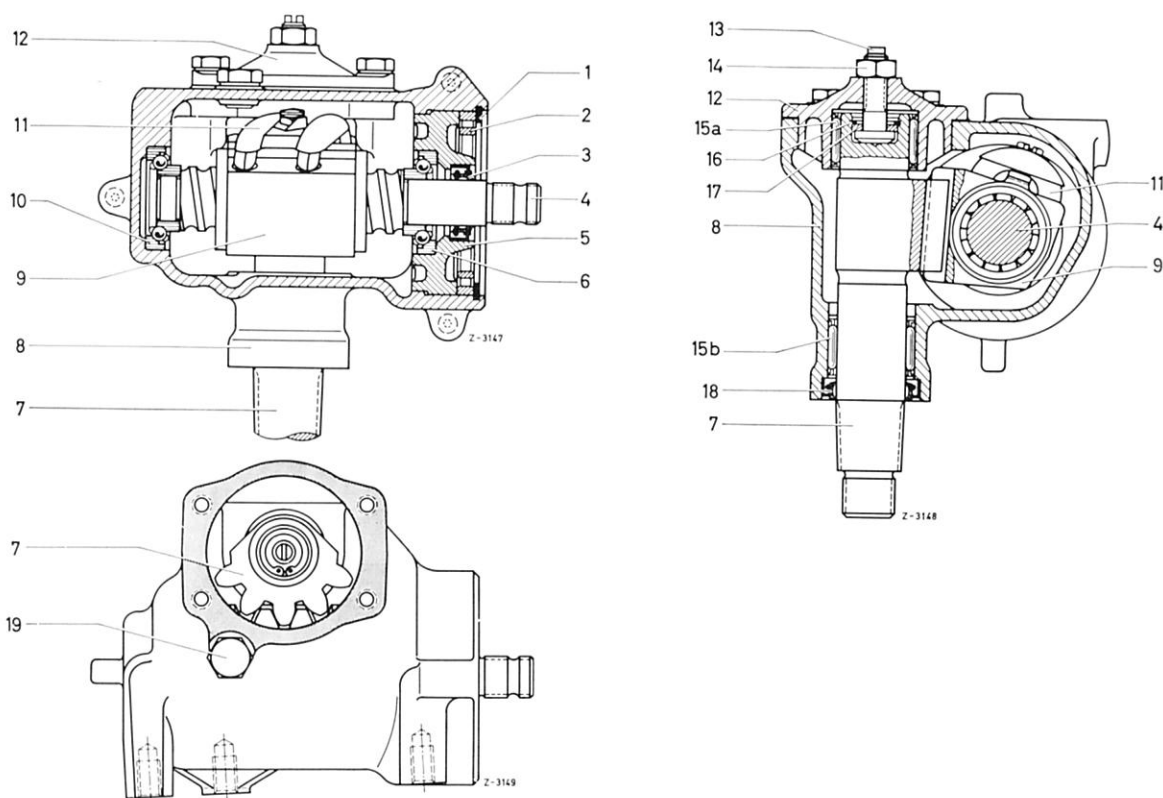

Bild 46-18/1
2 Sechskantmutter (14) von der Einstellschraube (13) abschrauben (Bild 46-18/1).